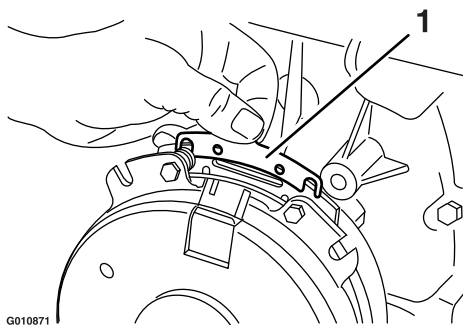

**Figure 59**
- A. Desserrez les boulons de fixation du frein de  $\frac{1}{2}$  tour à 1 tour, comme montré à la Figure 59.